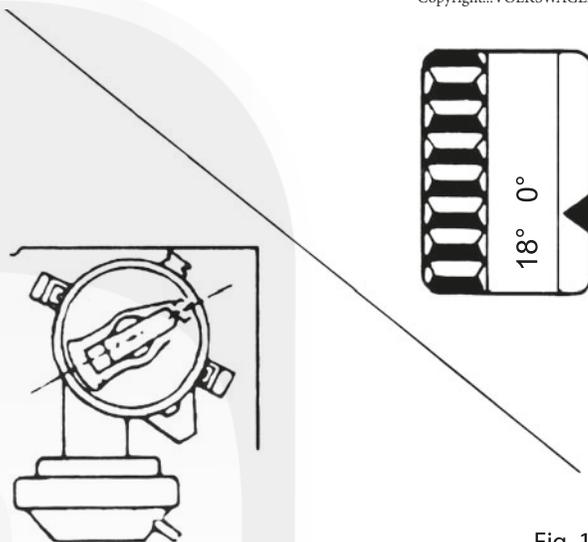

Fig. 1
1. Poner la marca del volante y la polea del cigüeñal a que coincida con su marca de cero (Fig. 1 y Fig. 2) con el cilindro No. 1 P.M.S. (punto muerto superior).
2. Poner el punto marcado en el engrane del árbol de levas al ras con la tapa de punterías. En motores con 8 válvulas.(B). En motores con 16 válvulas en la parte superior (A).